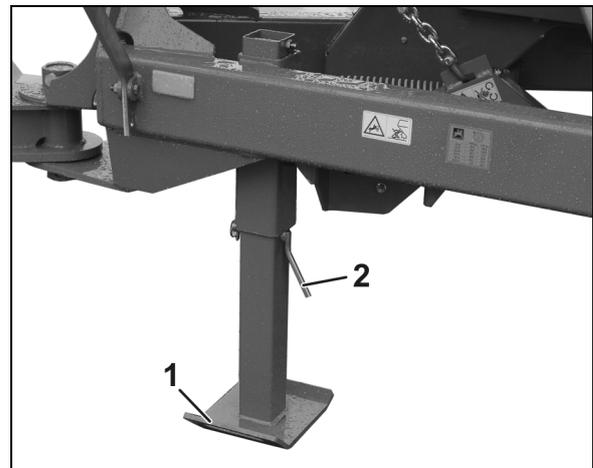

Fig. 101
5. Den Stützfuß am Griff (Fig. 101/1) festhalten und den Bolzen (Fig. 101/2) entfernen.